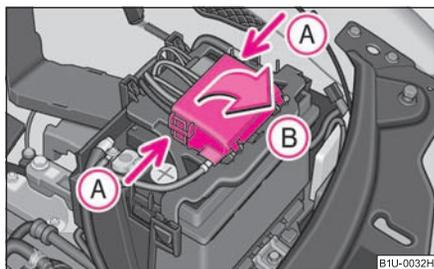

Fig. 176 Cache de batterie dans le compartiment moteur
- Appuyez en même temps sur les verrouillages du cache-fusibles dans le sens de la flèche **A** ⇒ fig. 176 et relevez le cache dans le sens de la flèche **B**.